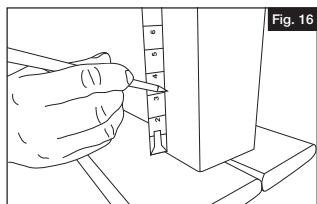

Fig. 16
- Établissez l'emplacement du bas du panneau de niveau en fonction de la hauteur de rail souhaitée. Tracez une ligne sur votre surface de montage à cette hauteur plus  $1\frac{1}{8}$  po pour représenter le haut du support de montage (Fig. 16).